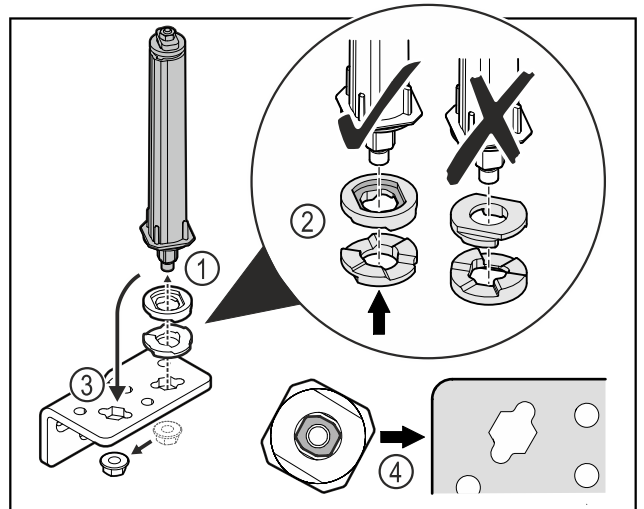

Fig. 40
- ▶ Відкрити гайку і зняти систему запирання дверей Fig. 40 (1).
- ▶ Слідкувати за правильним розташуванням шайб для регулювання висоти Fig. 40 (2).
- ▶ Переставити систему запирання дверей у шарнірному кутику і зафіксувати гайкою Fig. 40 (3).
- ▶ Під час встановлення слідкувати за правильною орієнтацією системи запирання дверей Fig. 40 (4).